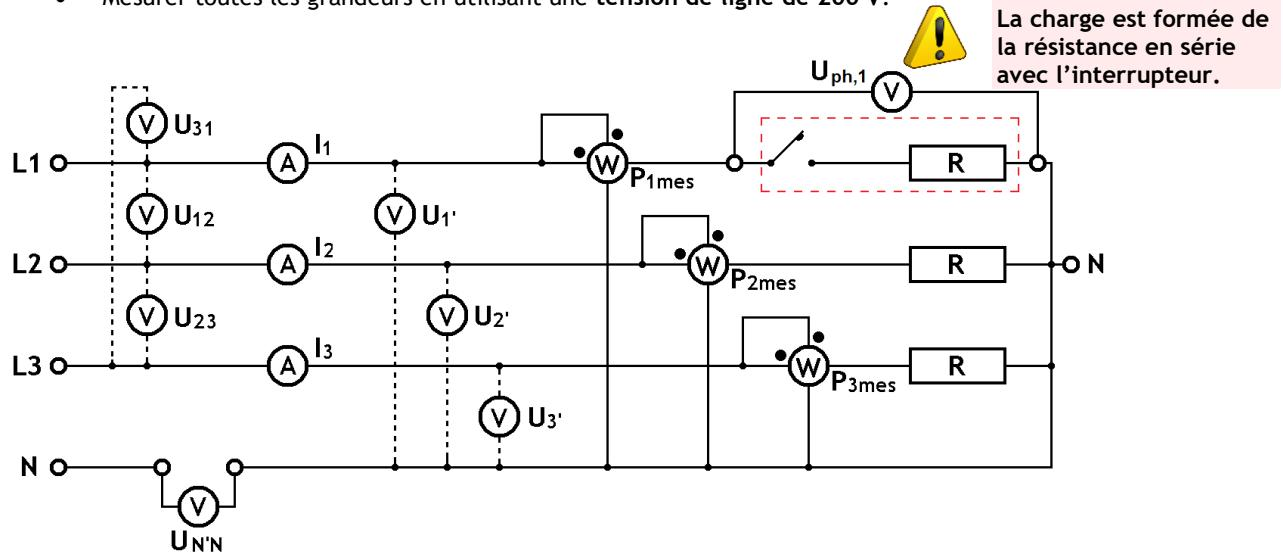

Figure 3.4 - Schéma de montage avec charge déséquilibrée en étoile, avec neutre ouvert
- Opérer les modifications de câblage afin d'obtenir le schéma de la figure 3.4.
Considérons le cas du 3^e montage (figure 3.4), représenté sous forme simplifié à la figure 3.6a ci-dessous :